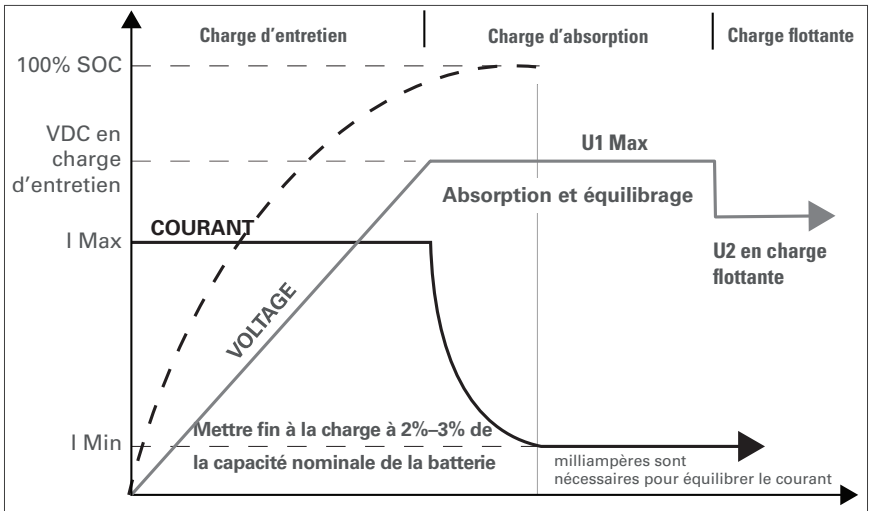

Figure 8. Graphique de charge.
Utiliser un chargeur lithium LiFePO₄. Utiliser un chargeur adapté, avec un algorithme de charge LiFePO₄ qui correspond au profil de charge et aux paramètres de la batterie DLB. Pour les paramètres de charge, voir le **tableau 2-1. Spécifications électriques de la batterie DLB** et **figure 8 Graphique de charge de la batterie DLB**.
- **Possible.** La charge à court terme avec un chargeur plomb-acide n'est possible que si les tensions en charge d'entretien et d'absorption sont égales ou inférieures à la tension en charge d'entretien. Voir le **tableau 2-1. Spécifications électriques de la batterie DLB pour les paramètres de charge** et la **figure 8 Graphique de charge de la batterie DLB**.